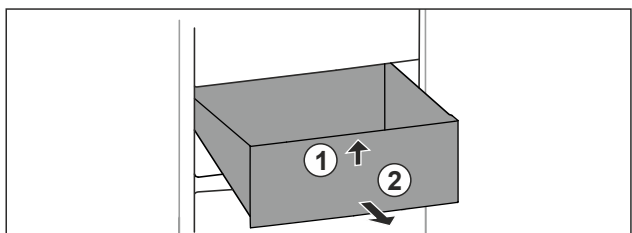

Fig. 115
- Nadzvedněte zásuvku vpředu. Fig. 115 (1)
- Vyjměte zásuvku dopředu. Fig. 115 (2)